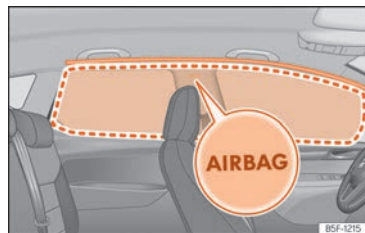

Abb. 33 Einbauort und Entfaltungsbereich des Kopfairbags.
Die Kopfairbags befinden sich zu beiden Seiten im Innenraum oberhalb der Türen »» (Abb. 33) und ihre Einbauorte sind mit dem Schriftzug „AIRBAG“ gekennzeichnet.
Der eingerahmte Bereich wird vom auslösenden Kopfairbag erfasst (Entfaltungsbereich) »» (Abb. 33). Deshalb dürfen in diesen Bereich niemals Gegenstände abgelegt oder befestigt werden »» ⚠.
- Stellen Sie sich, dass Kinder richtig in ihren Sitzen sitzen und ihren Kopf nicht in den Entfaltungsbereich der Kopfairbags halten >>> (Abb. 33), da sie beim Auslösen der Airbags von diesen getroffen werden und schwere Verletzungen erleiden könnten.